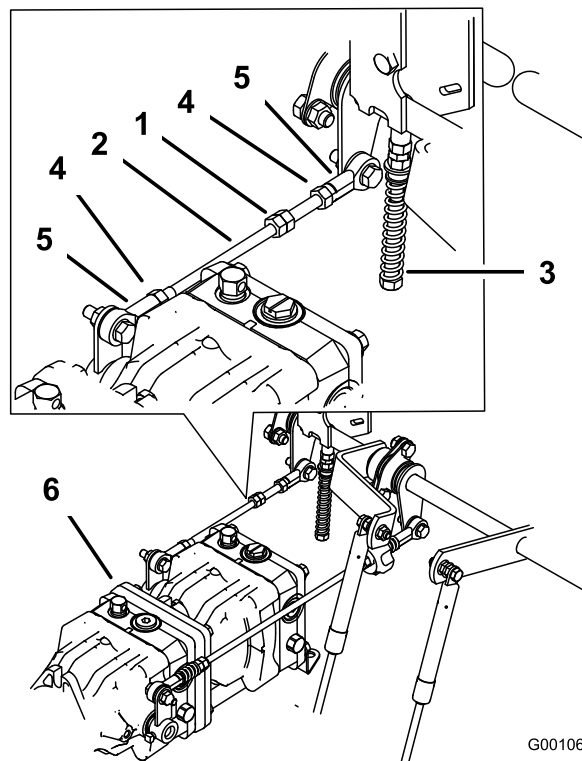

Рисунок 102
- Ослабьте контргайки шаровых шарниров штока управления насосом (Рисунок 102).
соответствующем направлении, чтобы соответствующее колесо стояло неподвижно или немного медленно вращалось в обратном направлении (Рисунок 102).
- Затяните контргайки шаровых шарниров (Рисунок 102).